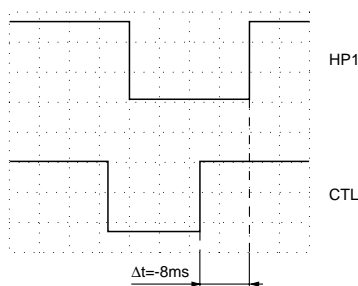

Fig. 23
- Mit den Tasten \ominus \oplus den Zeitabstand zwischen dem Kopfschaltimpuls und der steigenden Flanke des CTL-Impulses auf $\Delta t = -8\text{ms}$ (Fig. 23) einstellen.
- Using the \ominus \oplus buttons set the time interval between the head pulse and the rising edge of the CTL pulse to $\Delta t = -8\text{ms}$ (Fig. 23).